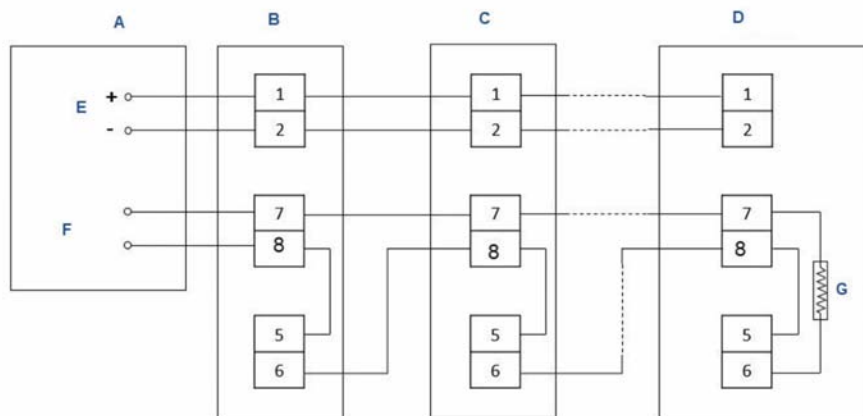
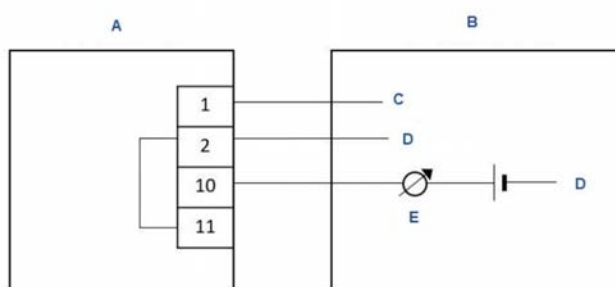
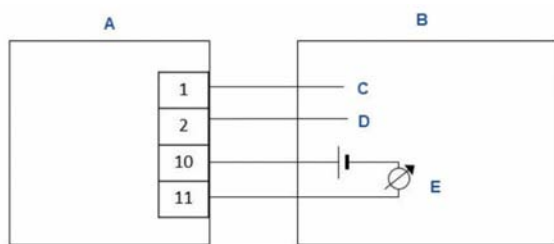
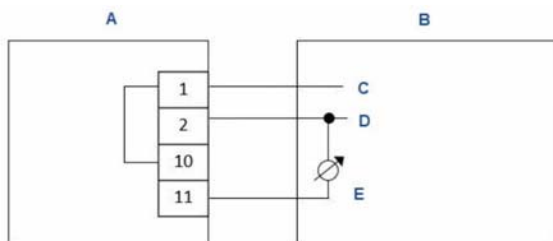

図3-4: 4線式コントローラーの一般的な配線例
図3-5: 非絶縁型シンク接続(3線式)
図3-6: シンク4線式
図3-7: ソース3線式
2. 一般的な配線構成は、図3-4、図3-5、図3-6、図3-7を参考にしてください。